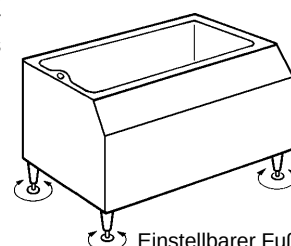

Abb. 4
- Stellen Sie den Eisbereiter an dem ausgewählten, permanenten Standort auf und richten Sie ihn in beiden Richtungen (links-rechts und vorne-hinten) eben aus. Siehe Abb. 4.